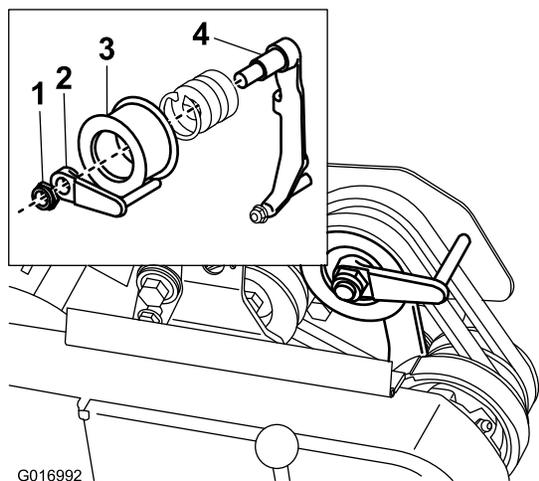

Figura 40
8. Para empujar o remolcar la máquina más fácilmente sin arrancar el motor, ajuste la guía de la correa (Figura 40, detalle) de la siguiente manera: